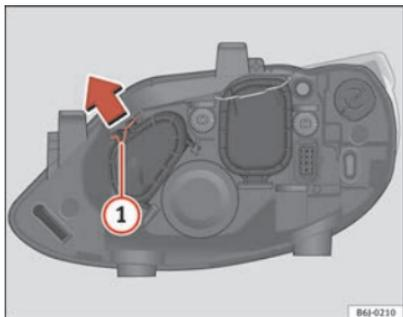

Abb. 138 Fernlicht
- Verschieben Sie die Strebe ① in Pfeilrichtung und nehmen Sie den Deckel ab ⇒ Abb. 138.